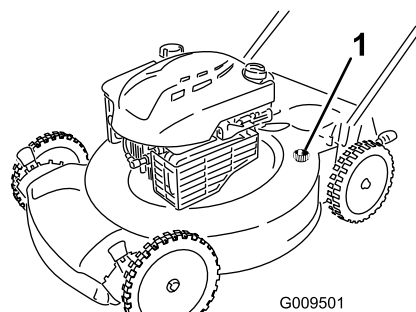

Рисунок 32
4. Присоедините садовый шланг, подключенный к источнику воды, к отверстию для промывки в корпусе газонокосилки (Рисунок 32).